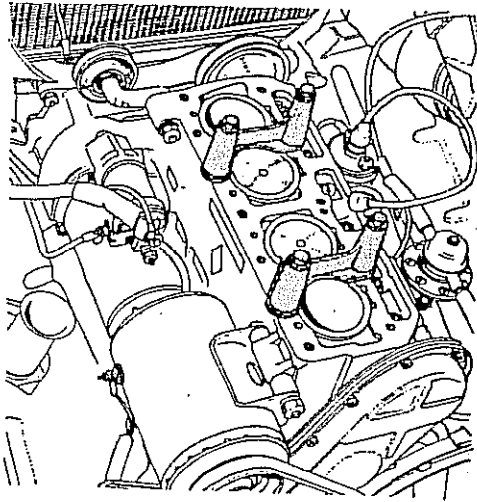

Fig. 45
- 12) Colocar las bridas de las camisas de cilindros (herramienta especial MOT 12), tal como se indica (Fig. 45).